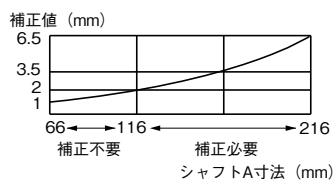

図3 シャフトA寸法と補正值
誤った状態で取付けた場合(図4)は一度取外してから図3になるよう取付け直して、リセットボタンが押込んであることを確認してください。
- ① 図3で216mmの補正值は6.5mmと読み取れます。
(2) ハンドルをOPEN/RESET位置へ回転させると、扉ロックが解除され、扉を開くことができます。(図3)